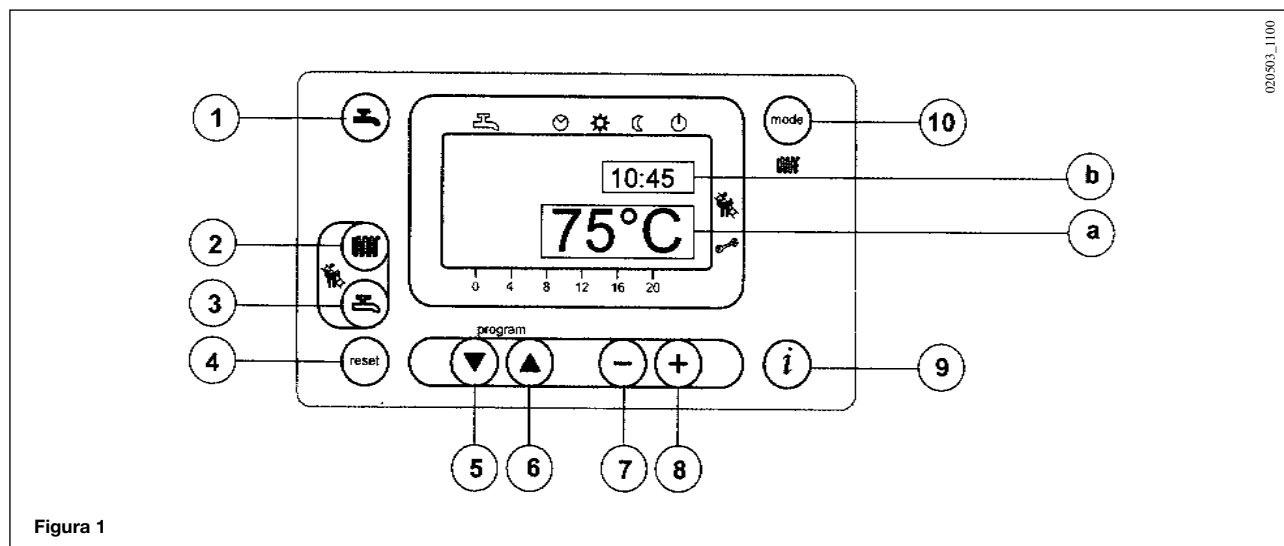

Figura 1
- Premere il tasto (2- figura 1) per impostare la temperatura dell'acqua di riscaldamento;
- premere uno dei due tasti (1 o 10 - figura 1) per memorizzare e ritornare al menù principale.
**N.b** – Con sonda esterna collegata, mediante il tasto (2 – figura 1) è possibile effettuare la traslazione della curva di riscaldamento. Premere i tasti per diminuire o aumentare la temperatura ambiente del locale da riscaldare.
- Premere il tasto (3- figura 1) per impostare la temperatura massima dell'acqua sanitaria;
Sul display principale (figura 1 a) compaiono le segnalazioni di anomalia assieme al simbolo  (figura 4). Il riarmo è possibile mediante il pulsante di reset  il quale deve essere premuto per almeno due secondi.
Sul display secondario (figura 1 b) compaiono le segnalazioni di anomalia e l'ora che si alternano lampeggiando (figura 4.1). Non è possibile resettare le segnalazioni di anomalia che compaiono sul display secondario in quanto deve essere prima rimossa la causa che ne ha provocato la segnalazione.